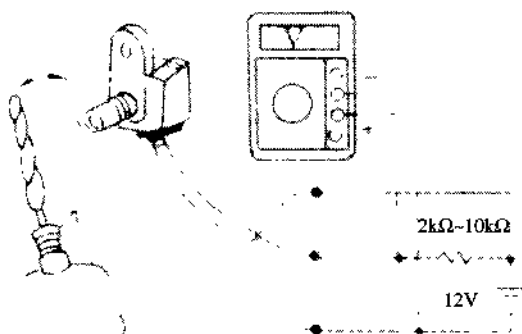

图 7.51 传感头的检查
- ① 拆下传感头，并从配线插接件上拔下插头。
- ② 用 1 个 $2\text{k}\Omega \sim 10\text{k}\Omega$ 的电阻按如图 7.51 所示方法接成一个回路，注意不要短接任何一个端子。
- ③ 当改锥在轮速传感头前后摆动时，应注意电压表是否在 $2\text{V} \sim 12\text{V}$ 之间交替显示。如果不是，则应更换传感头。在检查中，为防止改锥擦伤传感头及轴，应用棉布包住改锥。